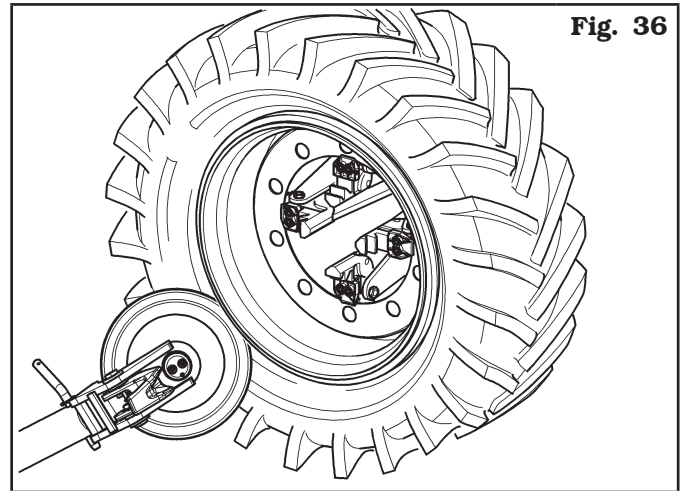

Fig. 36
- Girar de 180° la cabeza porta-útil como descrito en el relativo párrafo, de manera que el disco destalonador entre en contacto con el lado externo del neumático (véase **Fig. 36**).